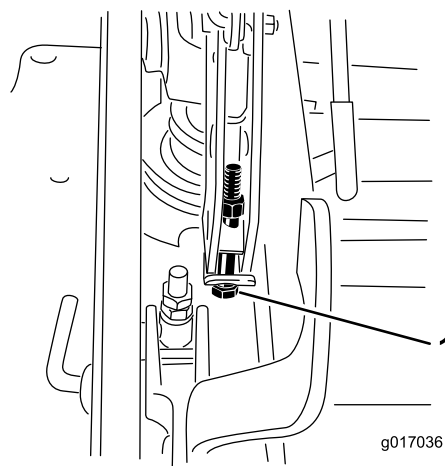

Figura 80
13. Si la carcasa está demasiado baja, apriete el perno del ajuste de un solo punto girándolo en el sentido de las agujas del reloj. Si la carcasa está demasiado alta, afloje el perno del ajuste de un solo punto girándolo en el sentido contrario a las agujas del reloj (Figura 80).